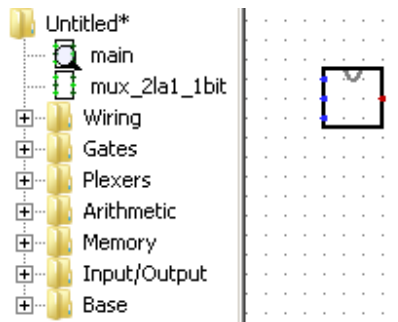

Figura 8 – Plasarea în modulul main a modulului simplu mux\_2la1\_1bit.
**Pasul 2.** Putem utiliza modulul simplu, mux\_2la1\_1bit, dând click pe numele lui, după care mai dăm un click în pagina de lucru, adică în modulul main. După ce am executat pasul doi, ar trebui să vedem același lucru ca în figura 8.